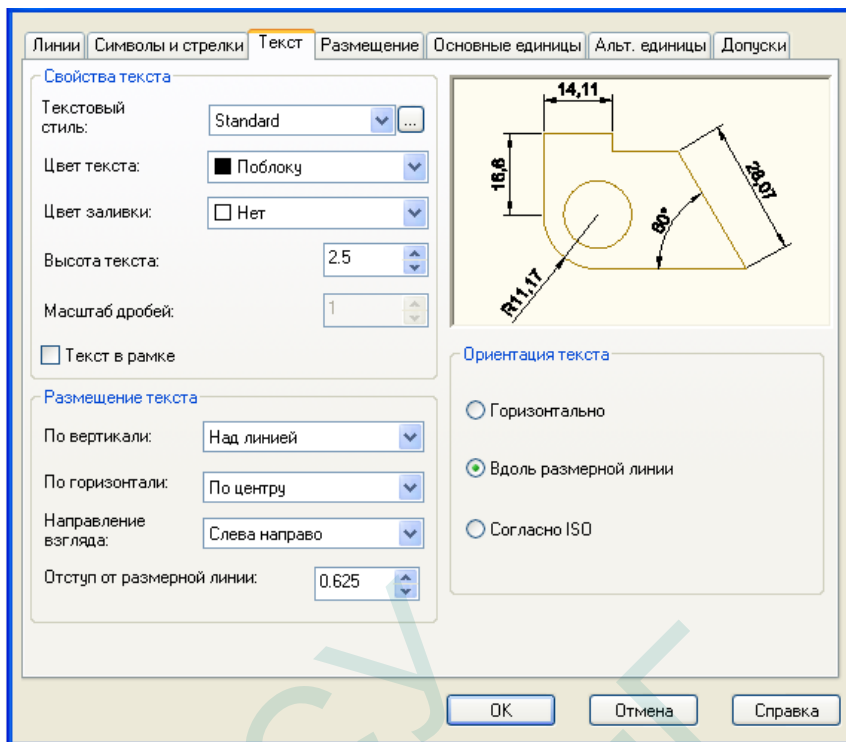

Рис.5.8 Вид окна <Диспетчер размерных стилей>. Вкладка <Текст>.
- вкладка **Текст** – содержит настройки внешнего вида и размещения надписей, используемых в размере (рис.5.8);